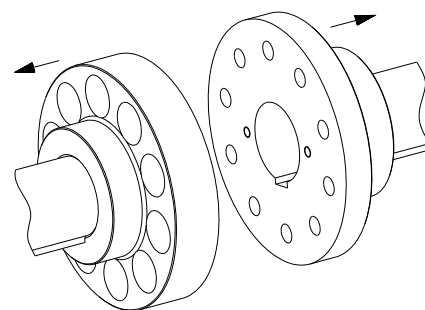

Рис. 14
- Установите ступицы на валах ведущего и ведомого агрегатов таким образом, чтобы внутренние торцы ступиц были заподлицо с торцами валов. (см. рис. 14).